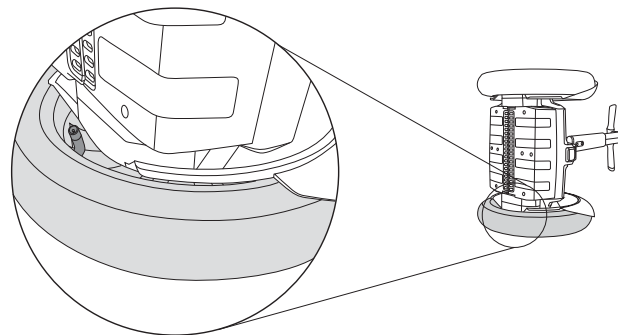

图 67: i2 SE 气门杆位置
3. 转动电源基座，直至可以看到车轮内侧的气门杆（参见图 67）。